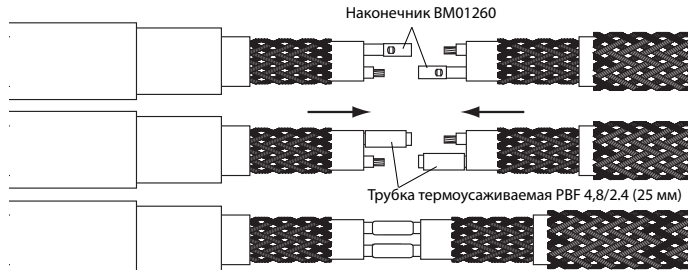

Рис. 6
5.7. Обжать при помощи ручного кремпера наконечник ВМ01260 на жиле большей длины на обеих соединяемых лентах. Надвинуть на эти соединения трубки термоусаживаемые (поз. 3 состава комплекта) и завершить соединение нагревательных жил. На место соединения сдвинуть трубки термоусаживаемые и усадить их с помощью воздушного термопистолета (рис. 6).